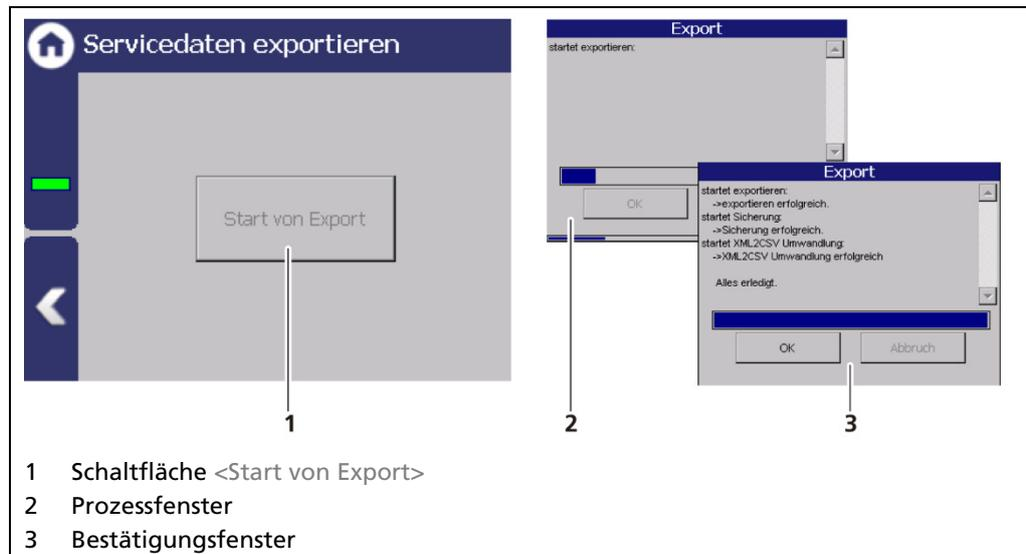

Abb. 144 Servicedaten exportieren
2. Der USB-Speicher wird nach einigen Sekunden vom System erkannt und die Schaltfläche <Start von Export> (Abb. 144, Pos.1) kann angeklickt werden.
3. Klicken Sie auf die Schaltfläche <Start von Export> (Abb. 144, Pos.1).
- ▶ Das Prozessfenster (Abb. 144, Pos.2) öffnet sich und der Export wird durchgeführt.
- ▶ Nach erfolgreichem Export wird ein Bestätigungsfenster (Abb. 144, Pos.3) angezeigt.